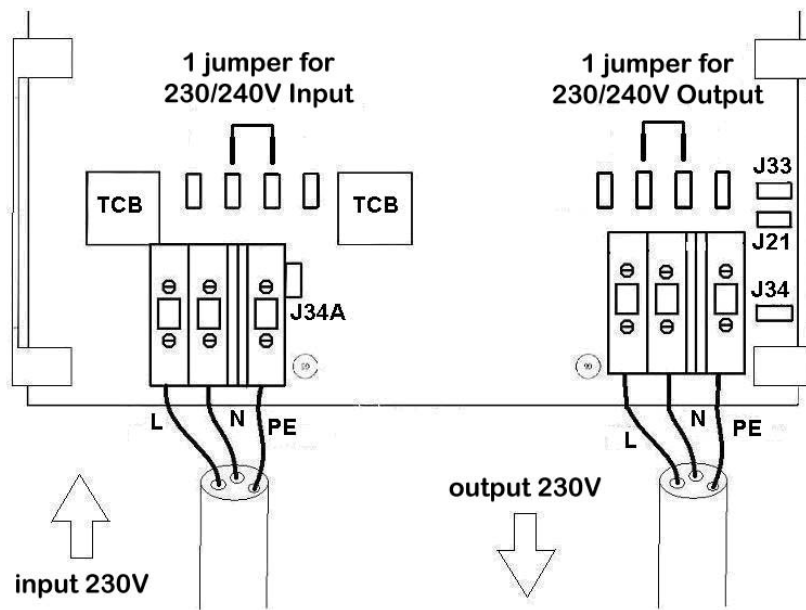

Abb. 2: Brückenschaltung bei 230/240 V Eingang und/oder Ausgang
- 2.2.1. Für den 230/240 V Eingang und/oder Ausgang setzen Sie Brücken entsprechend Abb. 2.